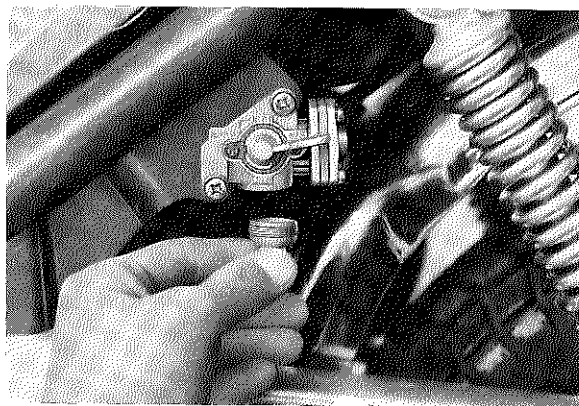

Fig. 5-9-2
- The valve O-ring or the valve seat is scratched. (Fig. 5-9-2)
- Joint torique ou siège de valve rayé (Fig. 5-9-2)
- Der O-Ring des Ventilsitzes ist beschädigt. (Fig. 5-9-2)